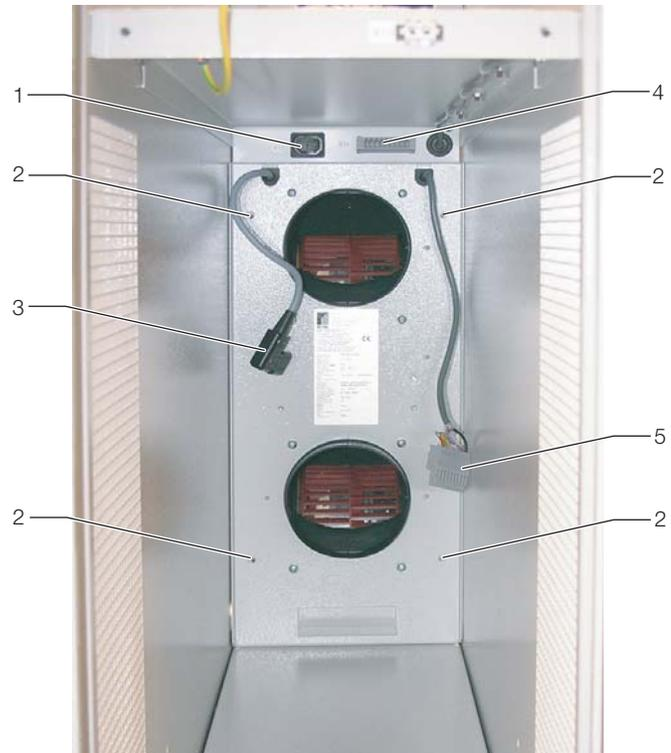

Abb. 5: Lüftermodul im Moduleinschub
- Schrauben Sie das Lüftermodul mit 4 Befestigungsschrauben (Abb. 5, Pos. 2) fest.
- Stecken Sie den Stecker für die Spannungsversorgung (Abb. 5, Pos. 1 und Pos. 3) und den Stecker für die Steuerleitung (Abb. 5, Pos. 4 und Pos. 5) ein.